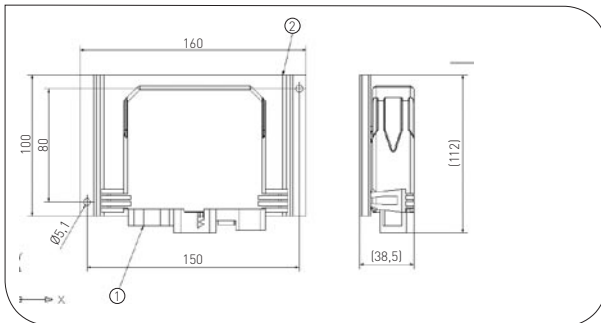

Figura 4.4
La centralina di controllo (1) viene montata utilizzando due punti di fissaggio presenti sull'adattatore (2) con due viti di diametro 5 (vd. figura 4.4). La posizione dei punti di fissaggio sul veicolo può variare a seconda del tipo di veicolo.